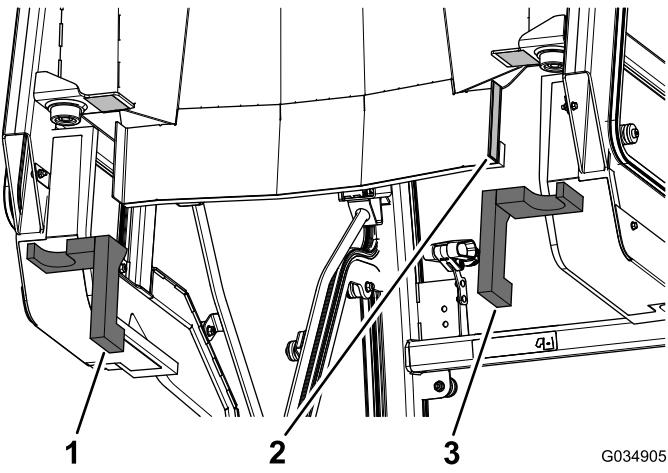

**Bild 13**
- Entfernen Sie das Trägermaterial aus Papier vom doppelseitigen Band an beiden Seiten der Kabine (Bild 13).
- Bringen Sie den linken Behälterschaumstoff an der Kabine an (Bild 13).